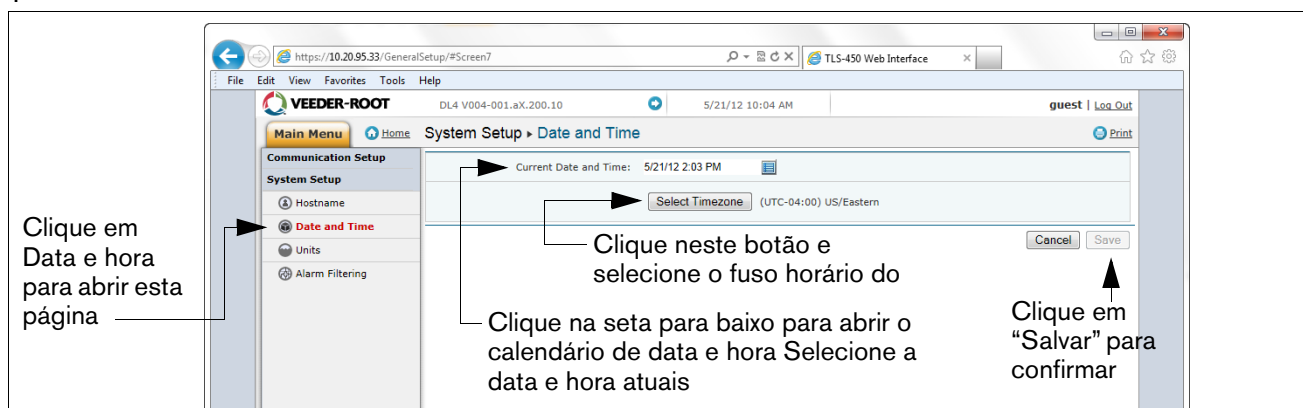

Figura B-11. Inserção de data e hora
13. No menu de configuração do sistema, selecione o link Data e hora para acessar a tela de definição de data/hora atuais (ver exemplo na Figura B-11).